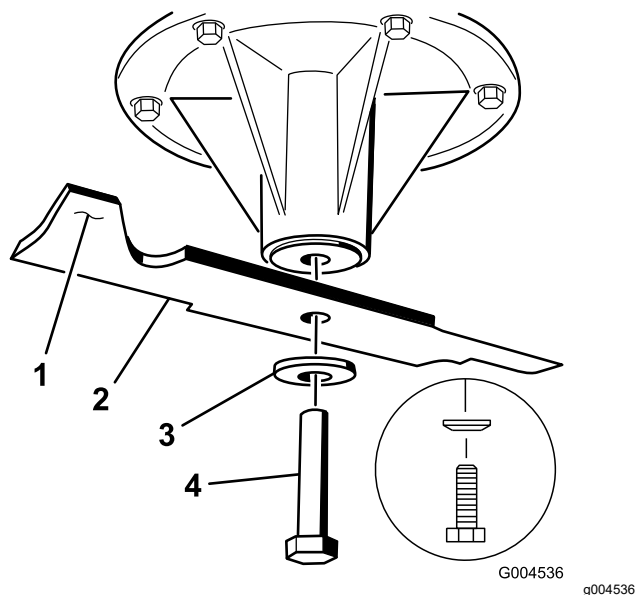
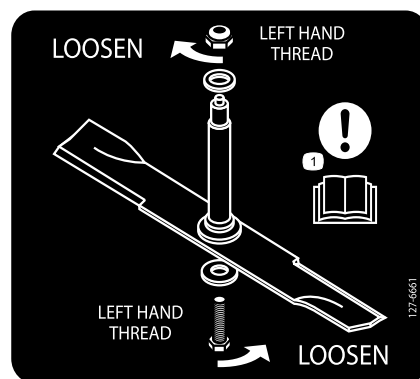

Figure 86
Figure 87
Important: La lame droite de ce tablier de coupe est contrarotative et utilise un boulon à filetage à gauche. Reportez-vous à la Figure 87 pour positionner correctement les lames du tablier de coupe.
1. Reposez sur les axes, les lames gauche et centrale, les rondelles bombées et les boulons de lame (Figure 86 et Figure 87).
Remarque: Orientez le cône de la rondelle bombée vers la tête du boulon (Figure 86).
2. Posez sur l'axe, la lame droite, la rondelle bombée et le boulon (fileté à gauche) (Figure 86 et Figure 87).
3. Serrez les boulons des lames à un couple de 115 à 150 N·m (85 à 110 pi-lb; voir Figure 87).